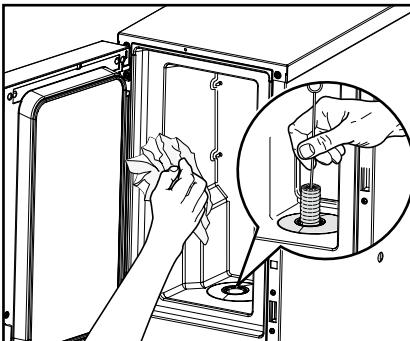

Рис. 35
4. Очистить внутреннюю поверхность холодильной камеры (Рис. 35):